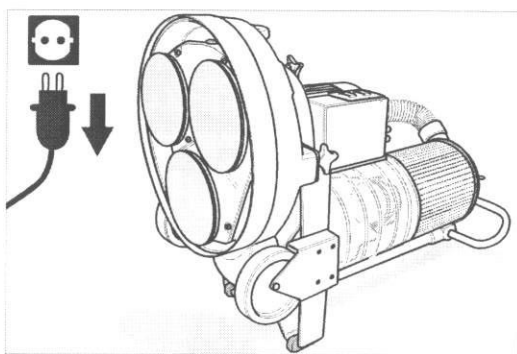

Fig. 34 Basculez la machine vers l'arrière pour pouvoir accéder aux disques. **Veillez à ce que la machine soit stable!**
- 4 Rabattez la machine vers l'arrière avec précaution en la tenant par l'étrier de maintien jusqu'à ce que la machine soit posée sur le tube de guidage et sur les deux protège-chutes (fig. 34). **Veillez à ce que la machine soit stable!**